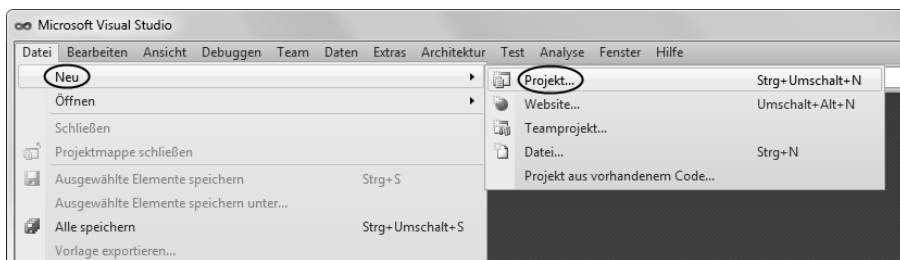

Abb. 5.24: Anlegen eines neuen Projekts
1. Öffnen Sie Visual Studio und erstellen Sie über das Menü *Datei*, wie in Abb. 5.24 gekennzeichnet, ein neues Projekt.